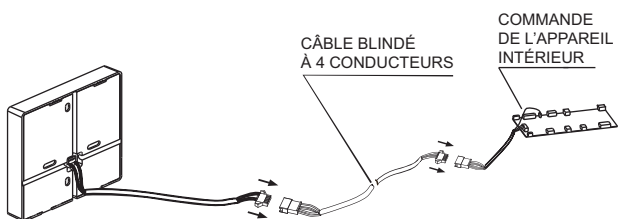

Fig. 1 — Raccordement du contrôleur
4. Branchez une extrémité du câble de commande à 4 conducteurs au tableau de commande de l'unité. (L'autre extrémité se branche au contrôleur.) Reportez-vous à la fig. 1.